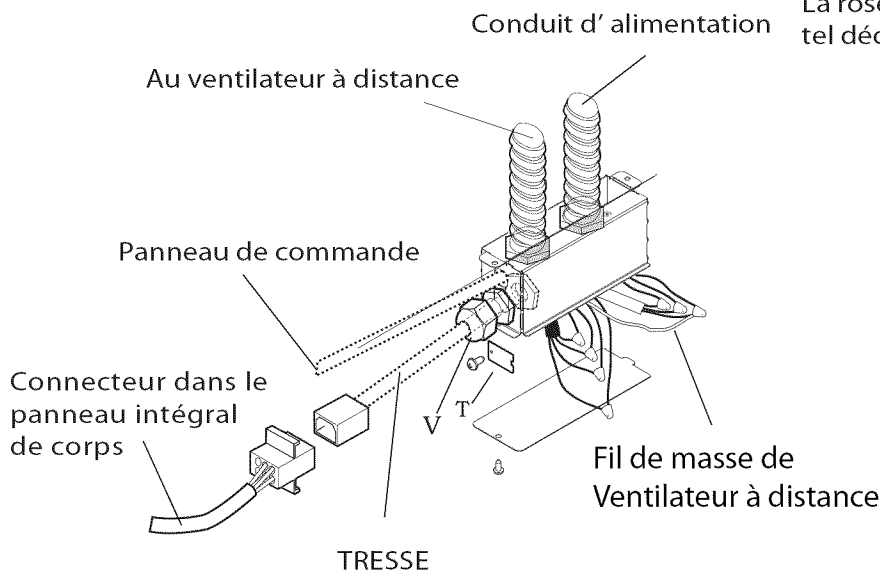

Figure 8
1. Retirer le couvercle du boîtier J tel qu'indiqué par la figure 8.